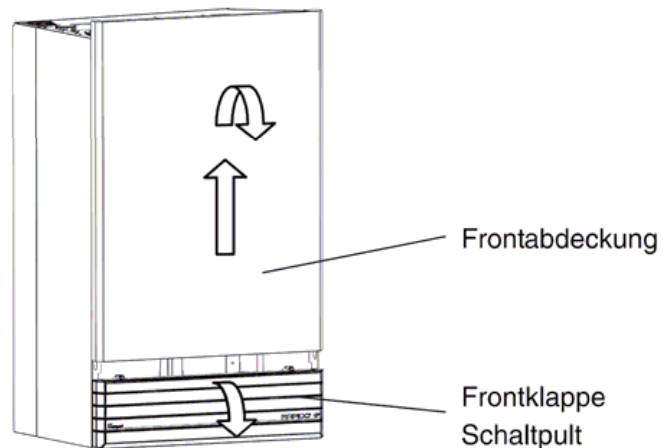

Abb. 58
1. Öffnen Sie die Frontklappe des Schaltpultes und entfernen Sie die Frontabdeckung (Abb. 58)